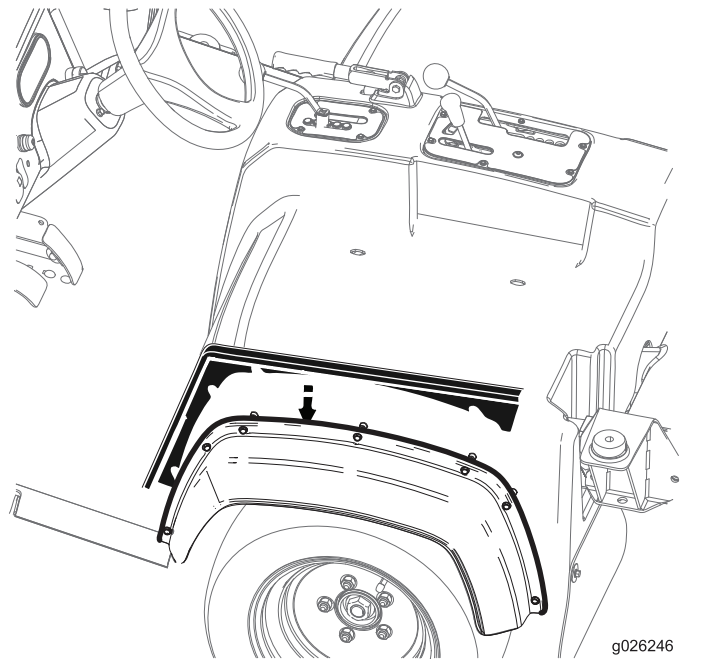

Figure 29
2. Glissez les panneaux latéraux entre le carénage du siège et les tôles de protection latérales (Figure 29).